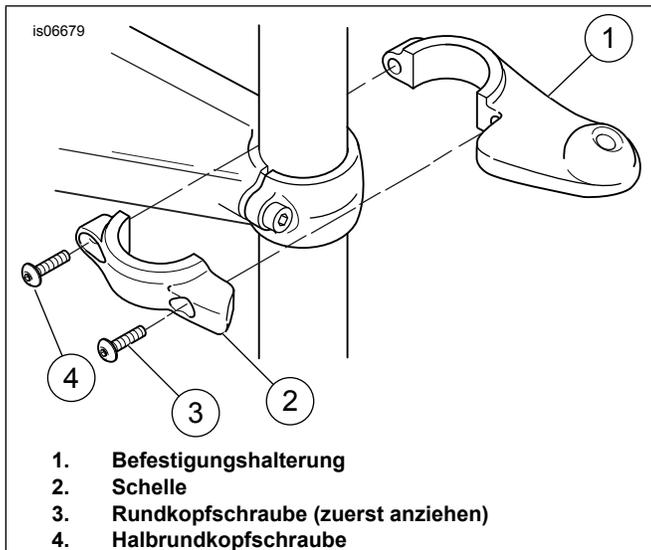
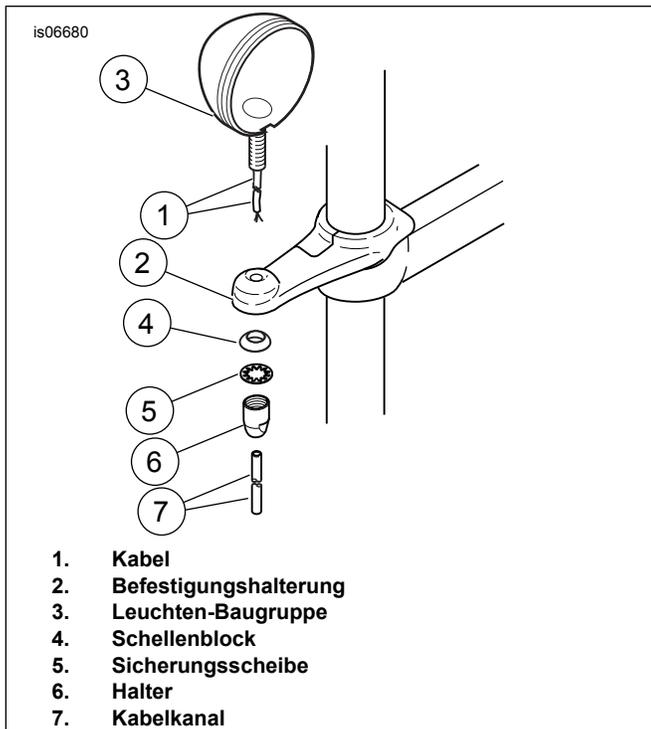

Abbildung 1. Befestigungshalterung an Tauchrohr befestigen (rechte Seite dargestellt)
Abbildung 2. Leuchten einbauen (rechte Seite dargestellt)
- Siehe Abbildung 1. Die Befestigungshalterungen (1) und Schellen (2) sind seitenspezifisch. Die rechte oder linke Halterung und Schelle auswählen und mit zwei Rundkopfschrauben (3 und 4) aus dem Satz am Tauchrohr befestigen.
- Mit der äußeren Schraube (3) beginnen und die Schrauben auf ein Drehmoment von 8–9 N·m (70–80 in-lbs) anziehen. Für Schraube (4) wiederholen.
- Siehe Abbildung 2. Das Leuchtenkabel (1) durch das Loch in der Befestigungshalterung (2) einziehen und die Leuchte (3) mit einem Schellenblock (4), einer Sicherungsscheibe (5) und einem Halter (6) aus dem Satz befestigen. Den Halter auf ein Drehmoment von 22–24 N·m (16–18 ft-lb) anziehen.
9. Siehe Abbildung 2. Den Kabelkanal (7) aus dem Satz über das Leuchtenkabel schieben.